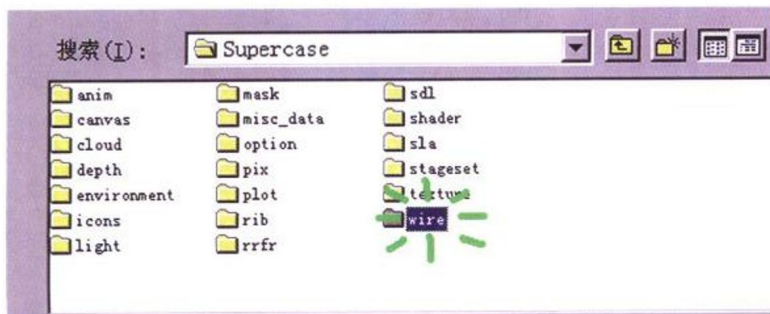

图 1-13
(4) 如图 1-13 所示，双击 wire 目录打开它，显示其中的文件。